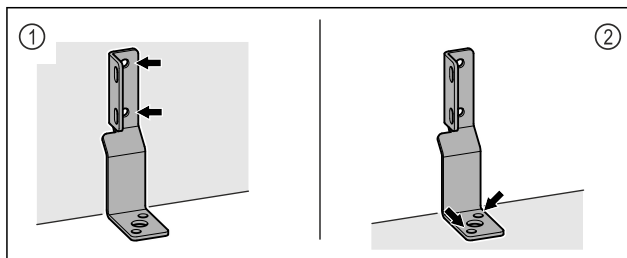

Fig. 8
- ▶ Kinnitage nurgik seina Fig. 8 (1) või põranda Fig. 8 (2) külge.